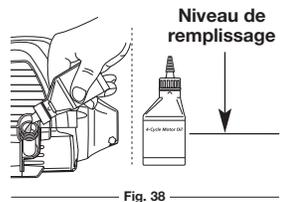

Fig. 38
- Remplissez de nouveau le carter moteur de 60 ml (2,2 oz) d'huile SAE 30 SJ (Fig. 38).